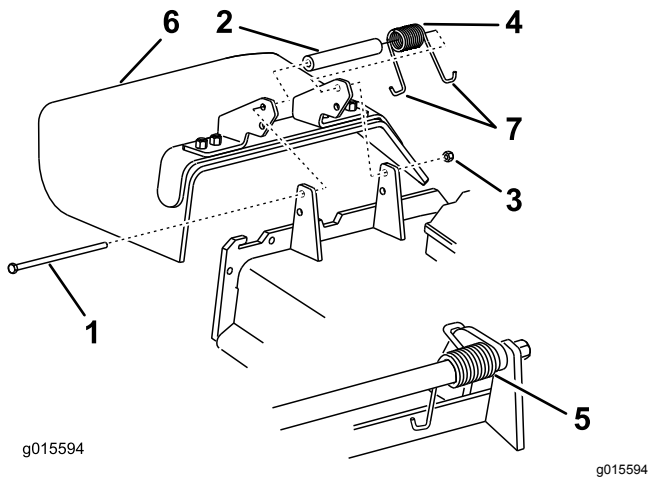

Figure 58
3. Retirez le contre-écrou, le boulon, le ressort et l'entretoise qui fixent le déflecteur aux supports de pivot (Figure 58).
7. Placez une extrémité en J du ressort autour du déflecteur d'herbe (Figure 58).
5. Placez une extrémité en J du ressort derrière le bord du tablier (Figure 58).
Remarque: Prenez soin de placer une extrémité en J du ressort derrière le bord du tablier avant de mettre le boulon en place, comme montré à la Figure 58.